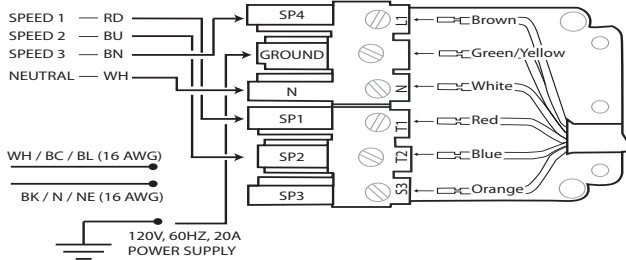

Figura 18: Cableado de la campana con un ventilador en línea
9. Conecte el ventilador a distancia con los cables del conector en espiral, como se muestra en la *Figura 18*. Conecte el cable verde (toma de tierra) del ventilador al tornillo de toma de tierra de la caja de conexiones.